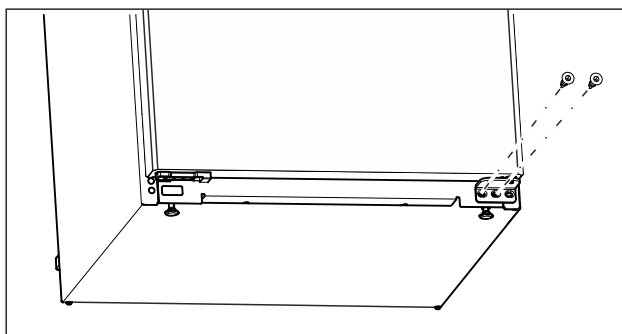

Fig. 10
- Na spodnjem ležajnem podstavku z izvijačem Torx 20 odvijte sredinski vijak. (glejte Fig. 10)
- Na spodnjem ležajnem podstavku z izvijačem Torx 20 odvijte notranji vijak. (glejte Fig. 10)